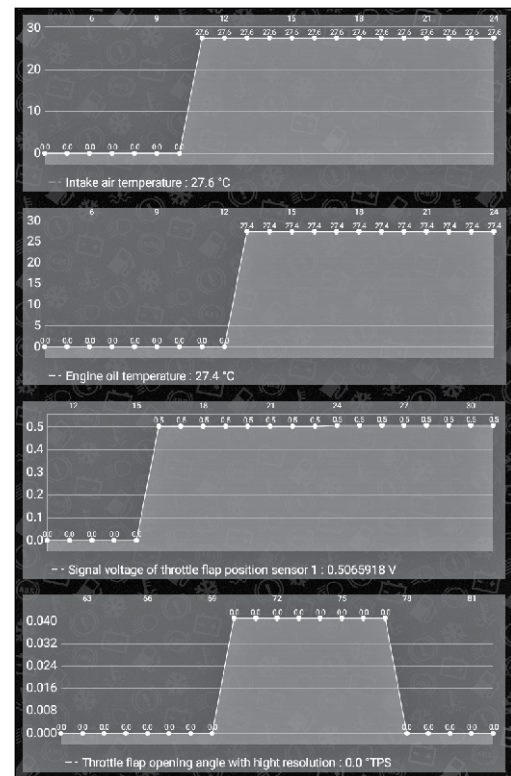

Fig. 7.18
- No envio, a visualização do gráfico será exibida conforme mostrado no aplicativo. (Fig. 7.18)